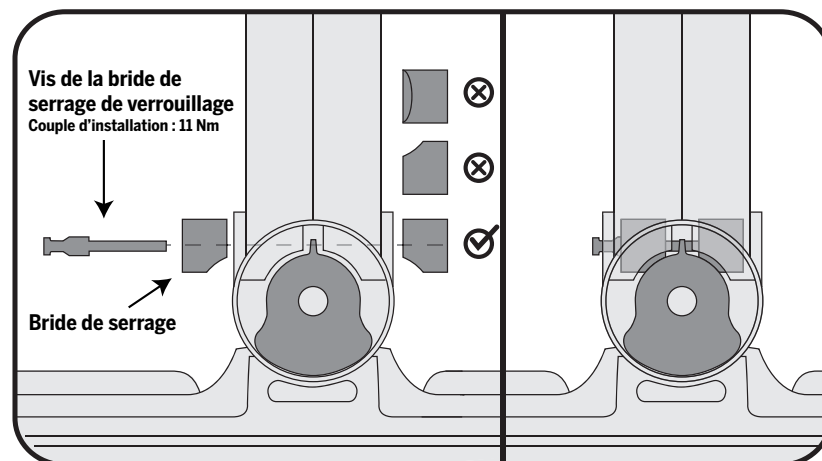

Figure 2. Vérifiez que la bride de serrage est installée correctement, côté recourbé orienté vers le bas
5. Vérifiez que les brides de serrage sont installées correctement, côté recourbé orienté vers le bas, de chaque côté de la base du cadre LeanSteer. Chaque bride de serrage doit être installée correctement pour s'ajuster au moyeu du pivot. Référez-vous à la figure 2 et lisez la section Avertissement se trouvant au début de ce document.